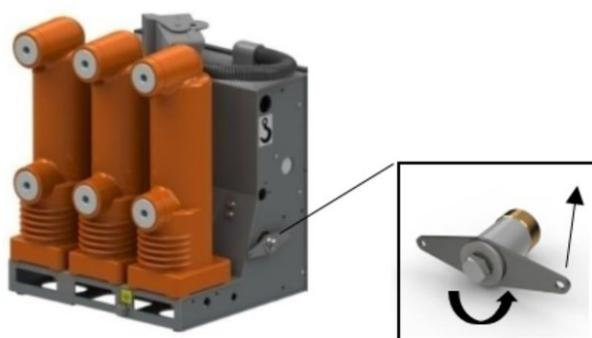

Рис. 8 Механическая блокировка внешних устройств
1.4.1.6.3 Механическая блокировка внешних устройств (рис. 8) служит для реализации блокировок внешних устройств в ячейках КСО и применяется только в выключателях стационарного исполнения.